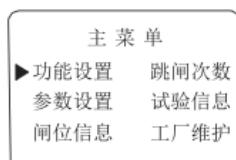
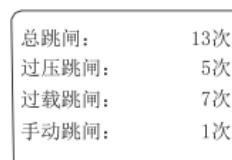

图 10
图 12
- 2) 【菜单】：可用于进入菜单，在设置及密码输入状态时做光标确定使用。如图10所示。进入菜单后，在闸位信息记录中，按【移位】、【递增】键，可查询最近几次的跳闸信息。如图10-11显示，A相电流过载跳闸，跳闸时最大电流值425A，跳闸时间2020年08月12日18时16分20秒。进入菜单，选中跳闸次数，进入跳闸次数查询状态。显示跳闸次数参数。如图12，所示为总跳闸13次，过压跳闸5次，过载跳闸7次，手动跳闸1次。